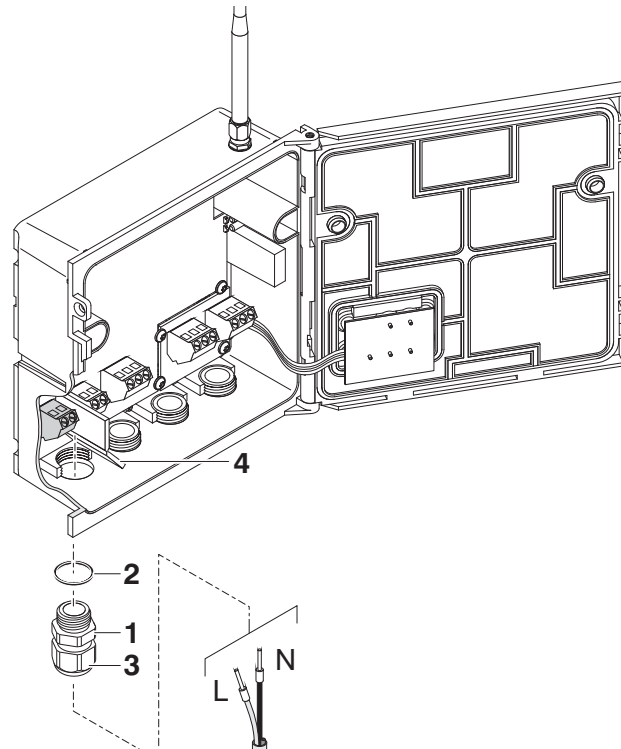

Fig. 3-8 Inserción de la línea de suministro.
- 6 Enrosque un casquillo prensacables (pos. 1 en Fig. 3-8) con anillo de estanqueidad (pos. 2) en la caja debajo de la conexión de alimentación.
- 7 Afloje el anillo de acoplamiento (pos. 3).
- 8 Haga pasar la línea de alimentación a través del casquillo prensacables hasta la caja. Al hacerlo, doble el divisor flexible (pos. 4) hacia la derecha.